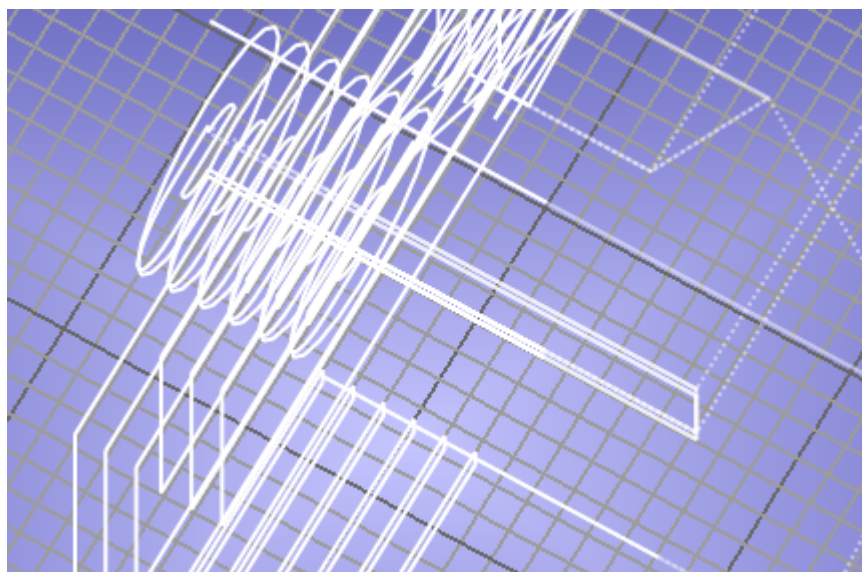
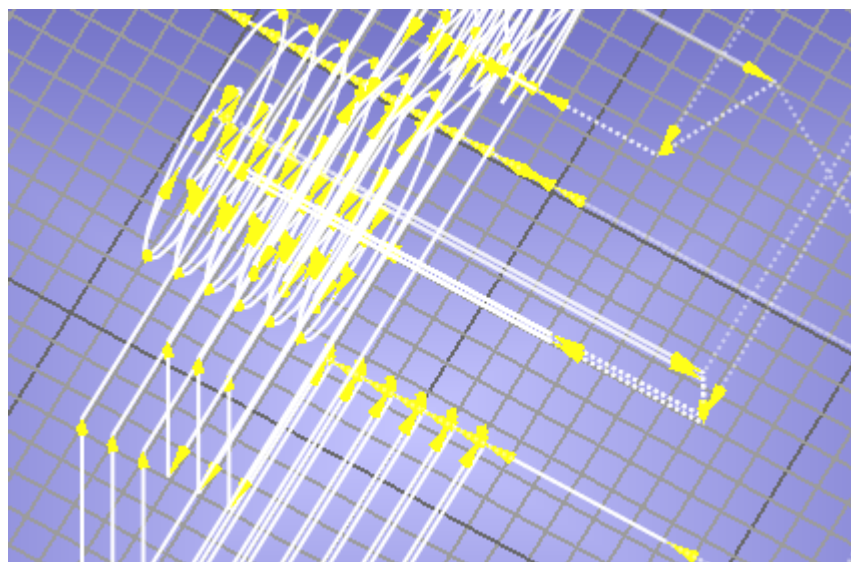

Рис. 1.3.12: Отображение траектории
Рис. 1.3.13: Отображение траектории с указанием концов кадров
4. Показать или скрыть кадры. Настройка, определяющая, показывать или скрывать отображение кадров на траектории. Кадр отображается желтой стрелочкой в конце траектории кадра, направленной по направлению движения кадра (рисунок 1.3.13). По умолчанию отображение кадров отключено (рисунок 1.3.12).